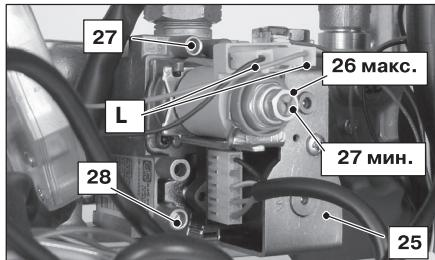

Рисунок 7.3
- Выключив котел (приведя его в нерабочее состояние), проверьте давление питания при помощи отвода 28 (см. Рисунок 7.3) и сравните считанное значение со значениями, приведенными в таблице «номинальное давление газа» в разделе «Технические характеристики» на с. 21.
- Тщательно закройте отвод для замера давления 28 (см. Рисунок 7.3).
- Откройте отвод для замера давления 27 (Рисунок 7.3) и подсоедините манометр.
Чтобы откалибровать давление в горелке, поворачивайте большую шестиугольную латунную гайку модулирующего устройства 26 (макс.), см. Рисунок 7.3 (при вращении гайки по часовой стрелке давление увеличивается).
- Отсоедините один из двух проводов питания «С» модулирующего устройства 26. Внимательно следите за тем, чтобы не прикасаться к металлическим частям котла (см. Рисунок 7.3).
- Подключите провод питания «С» к модулирующему устройству (Рисунок 7.3).
- Закройте отвод для замера давления 27 (Рисунок 7.3).
**ВАЖНО!** Измерив давление газа, необходимо тщательно закрыть отводы, использованные для замера давления (28 и 27, Рисунок 7.3). После проведения всех операций по регулировке газа необходимо опломбировать регулировки клапана.
- Откройте отвод для замера давления 27 (Рисунок 7.3) и подключите манометр.